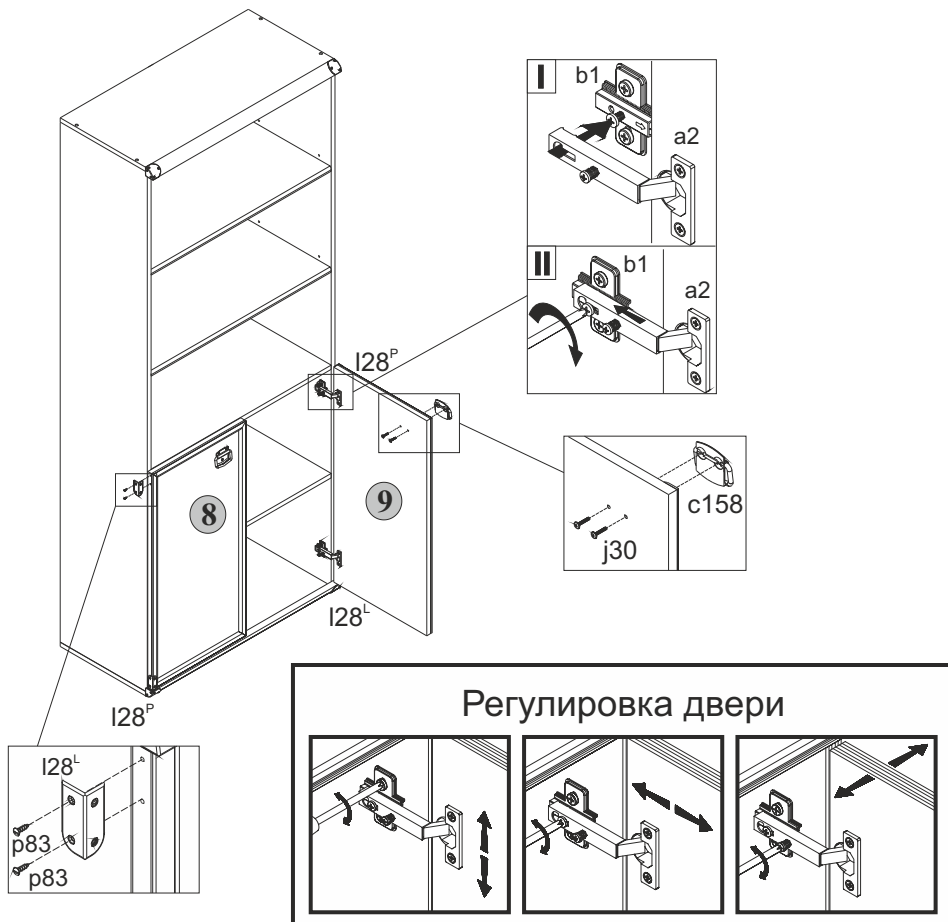

Рис. 3
5.13 Положить двери **8** и **9** фасадной поверхностью вниз на ровную поверхность. Закрепить на дверях петли шарнирные **a2**, пользуясь крестообразной отверткой (**см.рис.3**).
5.14 Навесить двери на корпус шкафа, совместив петли шарнирные **a2** с направляющими петель **b1** (**см.рис.3**). При необходимости отрегулировать положение дверей вращая регулировочные винты, как показано на **рисунке 3**.